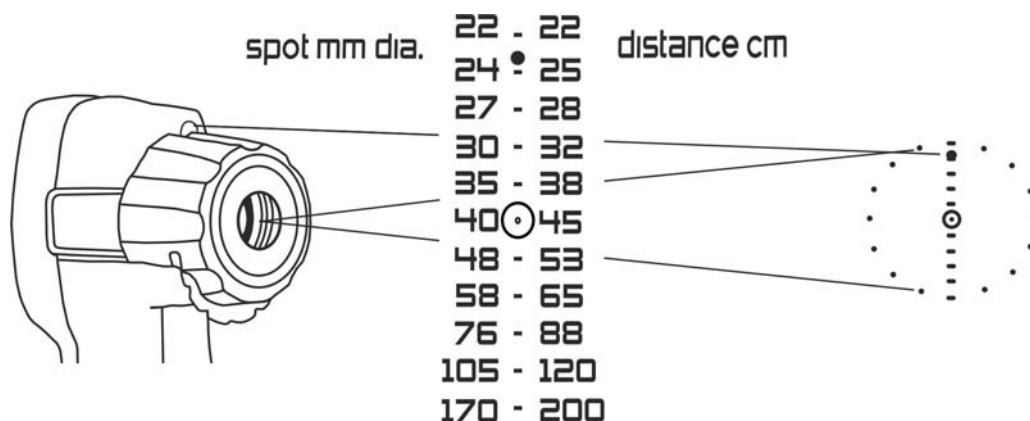

Abb. 15: Aktivierung der Laser-Pointer
4. Drücken und halten Sie die Trigger Taste **T** zur Aktivierung der Messung und richten Sie das Gerät auf den Gegenstand aus, dessen Temperatur Sie messen möchten. Der punktartige Laser-Pointer auf der Oberseite des Geräts (siehe Abb. 1 – Teil 1) und der Bereich-Laserstrahl werden auf den zu messenden Gegenstand ausgerichtet (siehe Abb. 15).